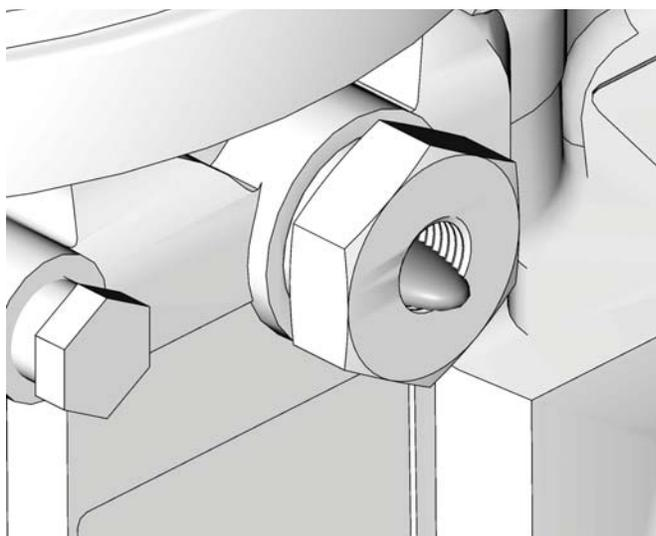

图 16
2. 仅在润滑剂从泵元件分配时不再带有空气才可运行泵（图 16）。